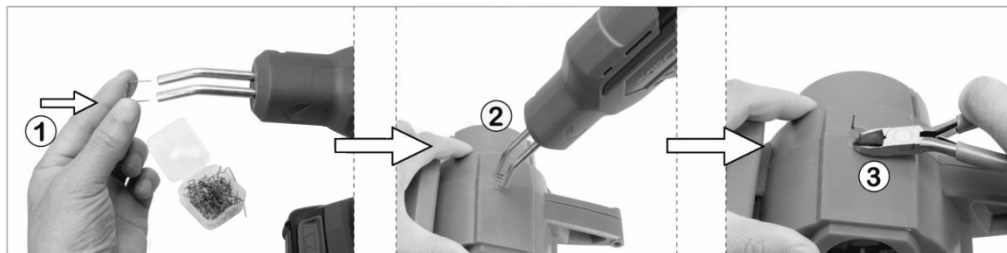

Рисунок 6
- коли пластикова поверхня розплавиться і скоба зануриться вглиб деталі приблизно на 1 мм, відпустіть пускову клавішу й почекайте близько п'яти секунд, щоб скоба охолонула (дивіться дію 2, рисунок 6);